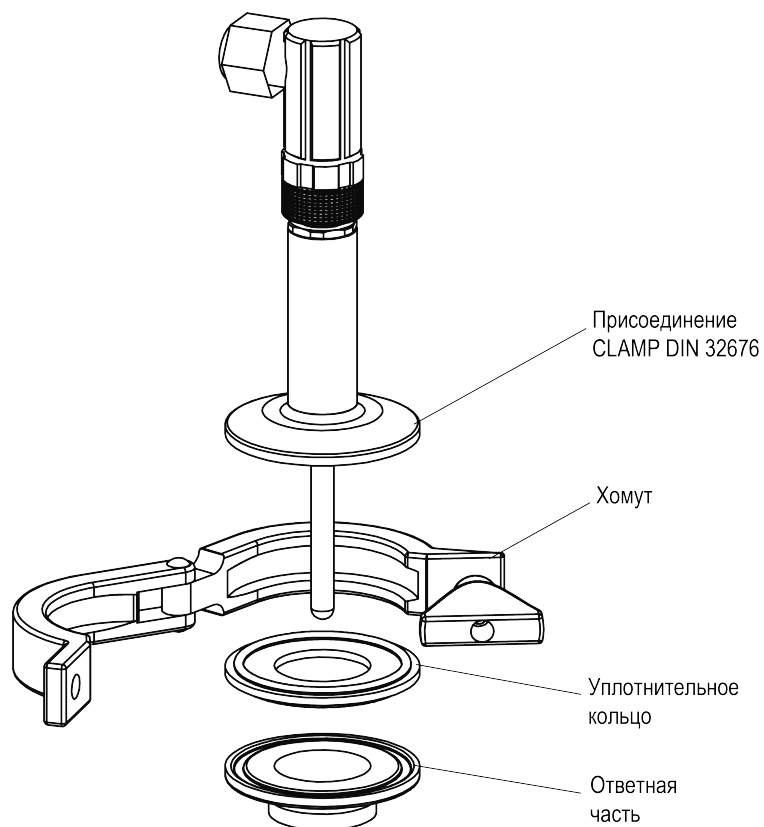

Рисунок 4.6 – Монтаж датчика с присоединением Clamp DIN 32676
3. Прижать датчик хомутом (см. рисунок 4.6).